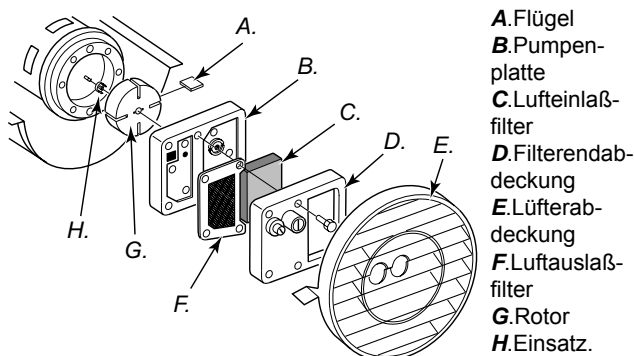

Abbildung 26 – Lage des Rotors, 30 und 43 kW Modelle.
14. Feines Sandpapier (600 Körnung) auf einer flachen Oberfläche auflegen. Den Rotor viermal leicht mit einer "8er-Bewegung" abschmirlen (siehe Abbildung 26).